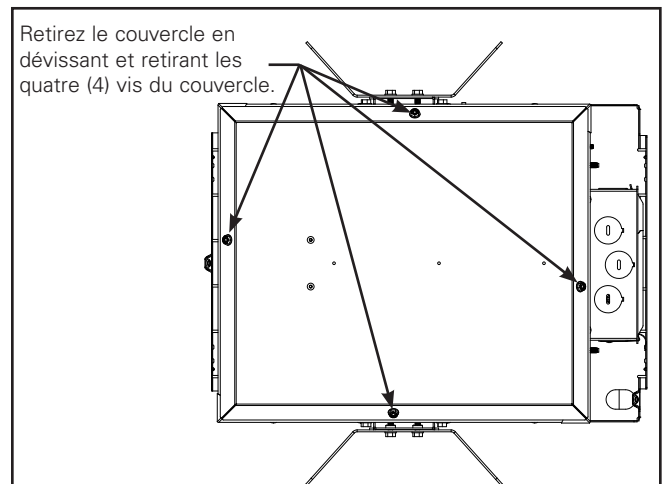

Figure 3
3. Pour les situations où le couvercle du caisson est accessible après l'installation du caisson, consultez la méthode de retrait à la Figure 3.